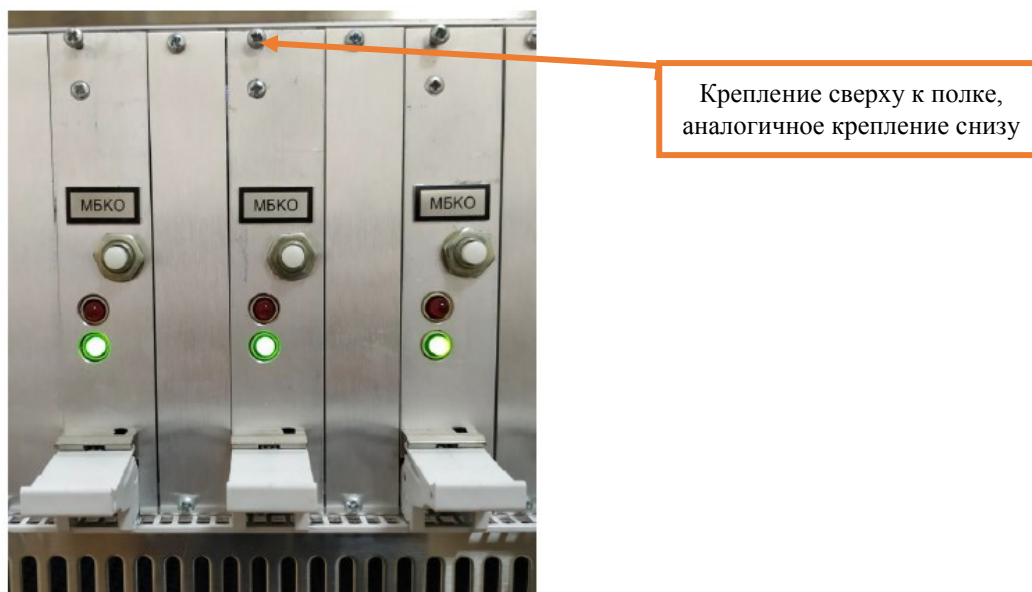

Рисунок 19. Крепление модуля МБКО-У (МБКО-Ф).
7.5.3 Отвернуть невыпадающие винты крепления в верхней и нижней части лицевой панели модуля МБКО-У (МБКО-Ф) (Рисунок 19).